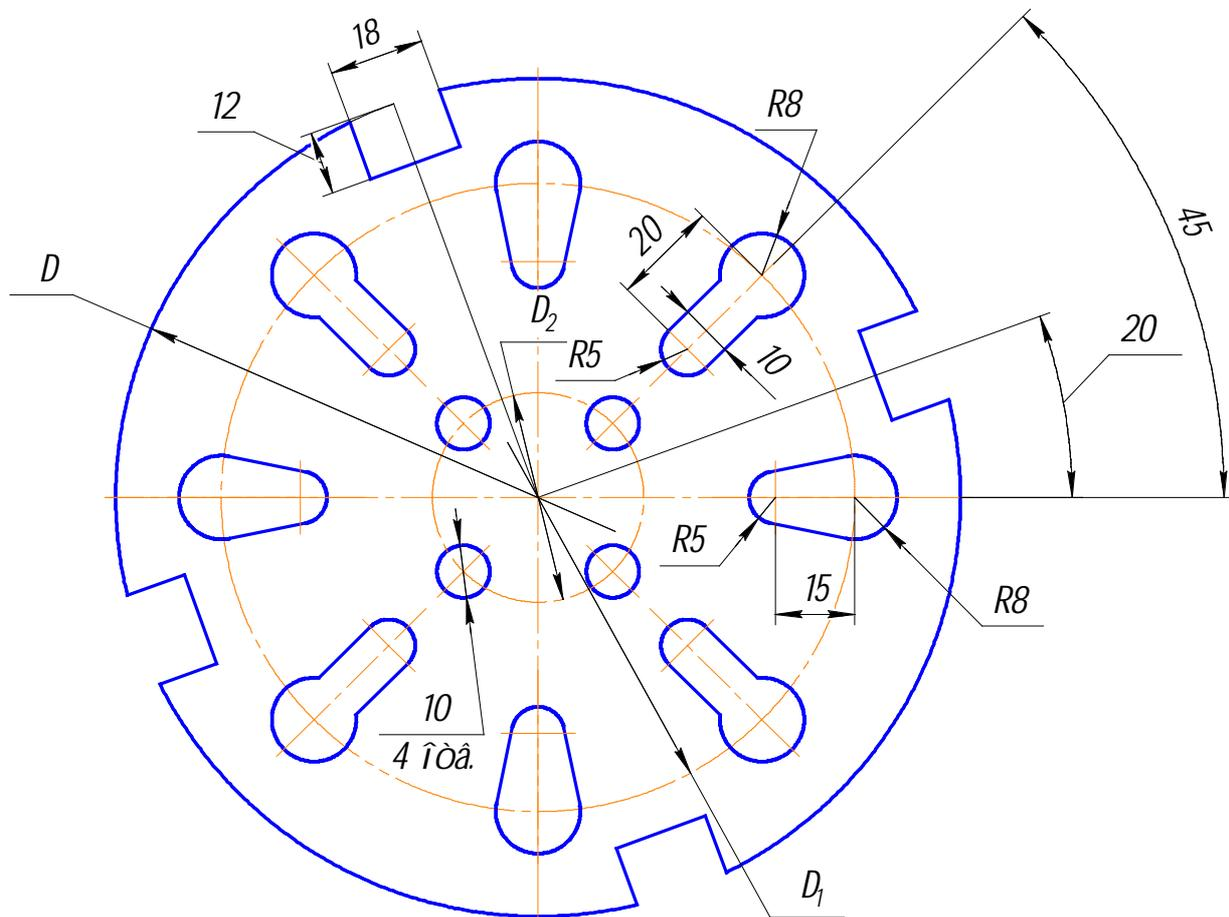

Рис. 72
1. Выполните чертеж, рис. 72, по заданным размерам, табл. 1. Формат А3, масштаб М1:1.